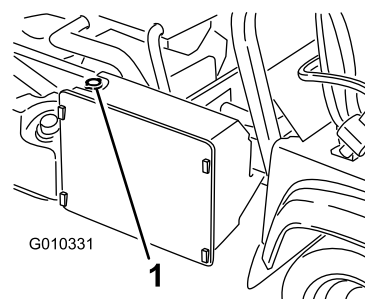

Figura 70
- Togliete il tappo del radiatore (Figura 70).
- Rimuovete il tappo del serbatoio di riserva (Figura 70).
7. Finite di riempire il radiatore e rimontate il tappo (Figura 70).